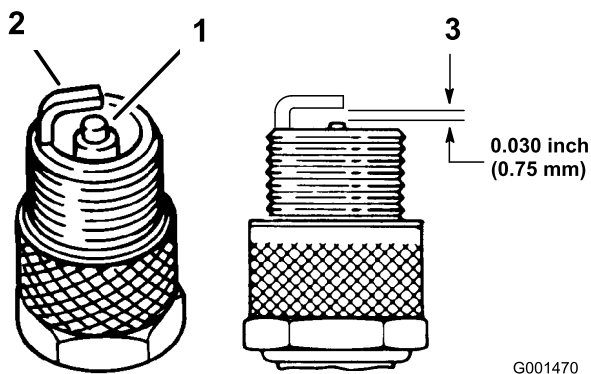

Figure 31
3. Vérifiez l'état des électrodes latérale et centrale, ainsi que l'isolateur central (Figure 31).
4. Réglez l'écartement entre les électrodes centrale et latérale à 0,762 mm (Figure 31).